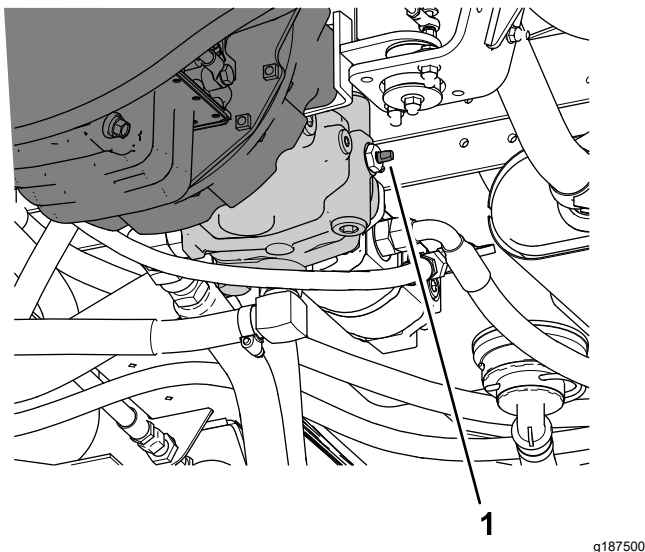

Figure 55
3. Tournez la vanne de remorquage (Figure 55) de 90° dans un sens ou dans l'autre pour l'ouvrir.